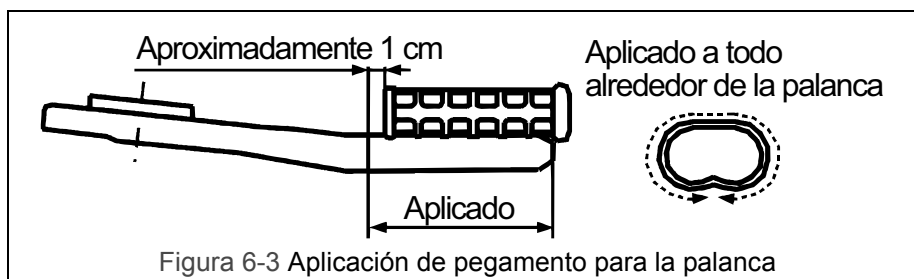

Figura 6-3 Aplicación de pegamento para la palanca
- 3) Realice una aplicación rápida y uniforme de pegamento por los cuatro lados de la palanca, como se muestra en la Figura 6-3. El retén (38) debe instalarse en 10 segundos, después de aplicar el pegamento para la palanca.